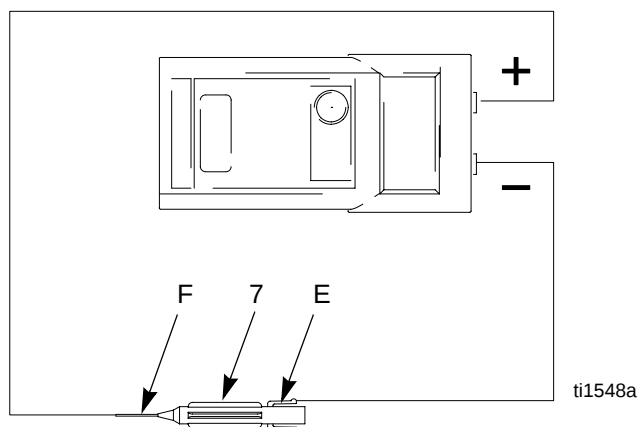

Fig. 18. Elektrod
4. Ta bort elektroden (7), sidan 35. Mät motståndet mellan kontakten (E) och elektrodledningen (F). Motståndet ska vara 20–30 Mohm. Byt ut elektroden om värdet ligger utanför området. Se Fig. 18.